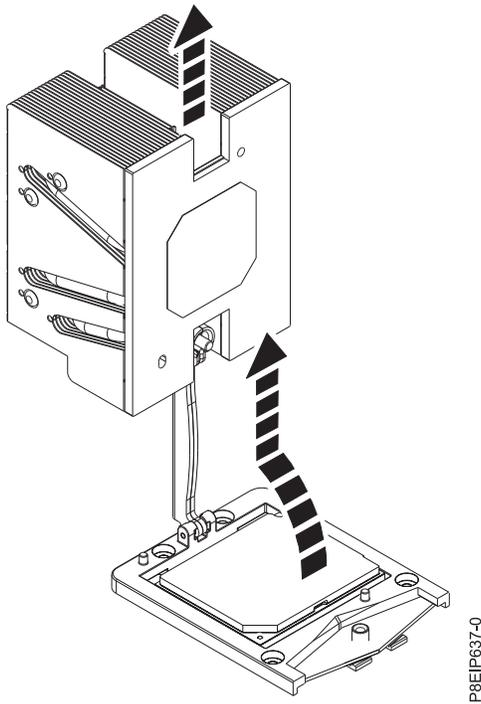

Figura 78. Levantando o dissipador de calor do braço de carregamento
5. Gire e levante para cima no dissipador de calor. O braço de carregamento gira para cima; gire o dissipador de calor e levante-o do braço de carregamento. Consulte a Figura 78.